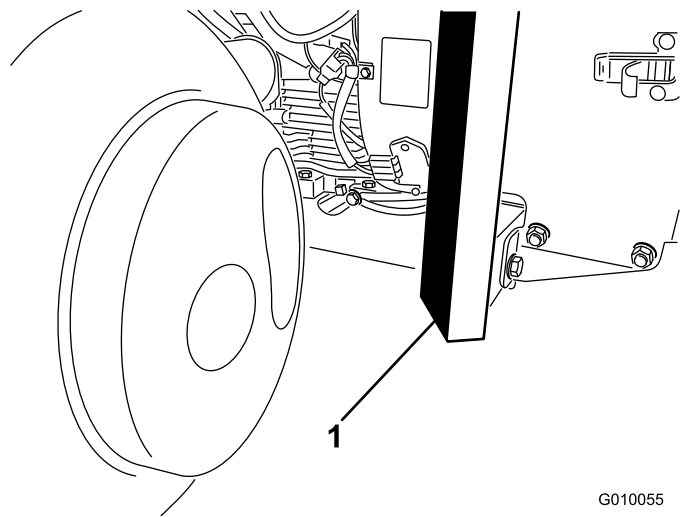

Figura 40
3. Coloque el gato firmemente debajo de la parte delantera del bastidor (Figura 40).